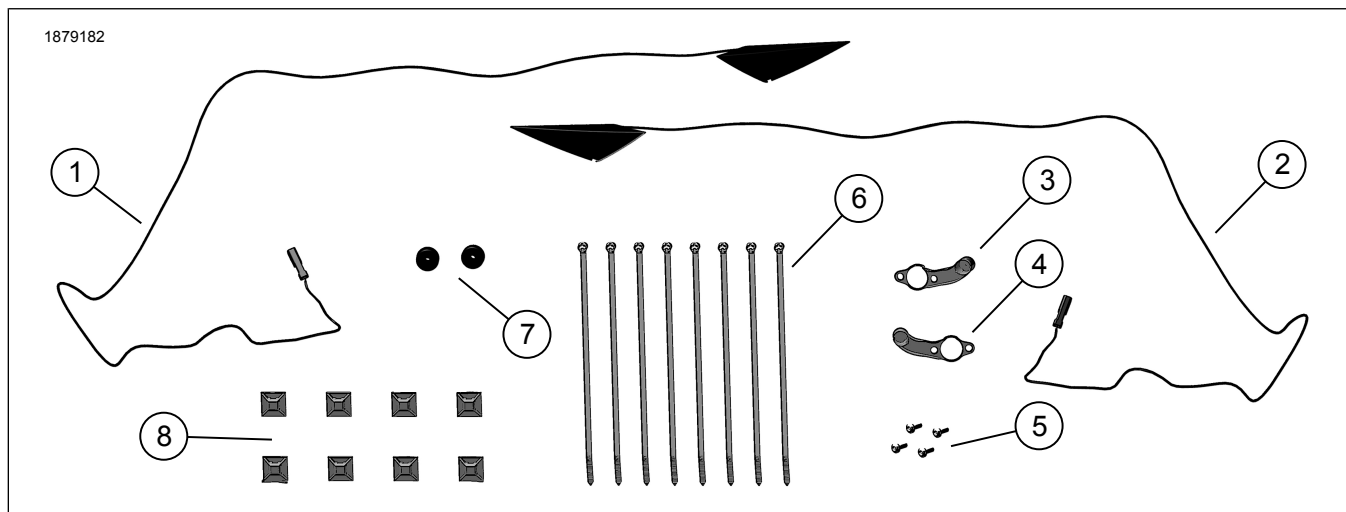
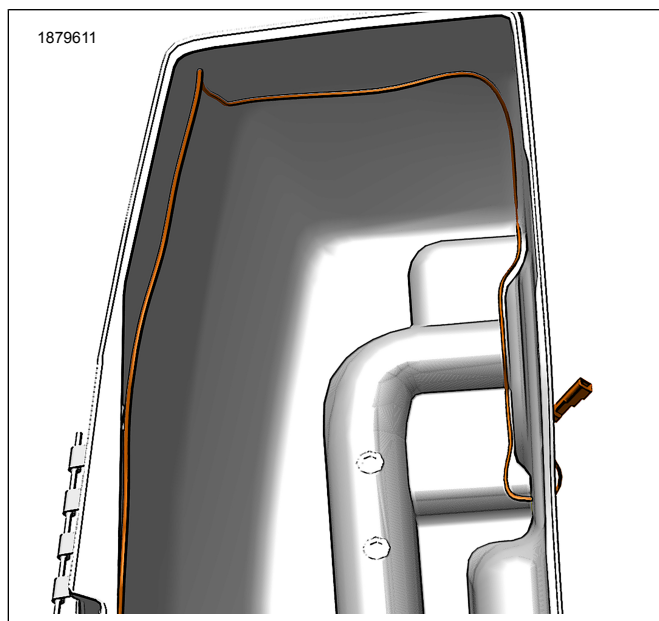

図1。キット内容: サドルバッグLEDインテリアライト
図7。ハーネスの取り回し
- 8. 「図1」および「図7」を参照してください。サドルバッグ内のハーネスを配線し、ケーブルストラップ(6)とアンカー(8)で固定します。